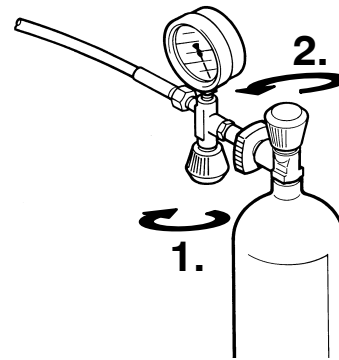

Fig. 14 Riempimento delle bombole per aria compressa
- Per prima cosa aprire la valvola di riempimento (1, Fig. 14).
- Quindi aprire il rubinetto della bombola (2) - La bombola per aria compressa viene riempita.